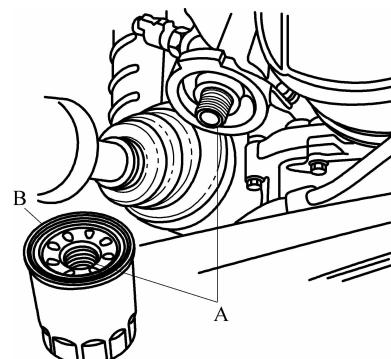

图 3-9 安装前检查
(2) 检查机油滤清器底座及新机油滤清器上的螺纹(A)和橡胶密封圈(B),清洁发动机汽缸体底座,给机油滤清器橡胶密封圈涂上一层薄薄的机油,如图 3-9 所示。
(3) 用手安装机油滤清器。
(4) 橡胶密封圈定位后,用工具顺时针锁紧机油滤清。